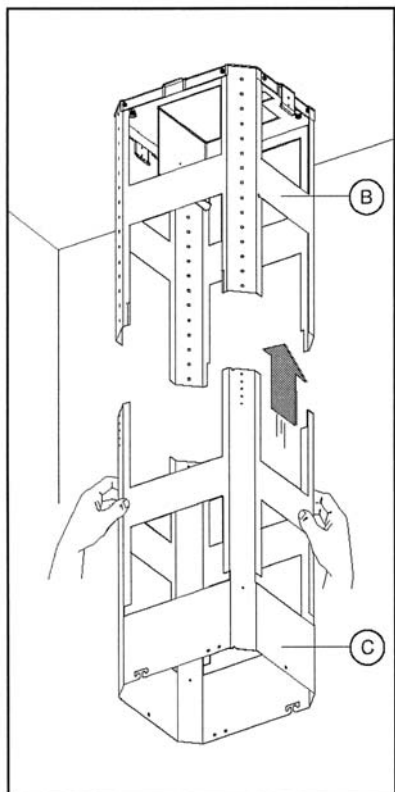
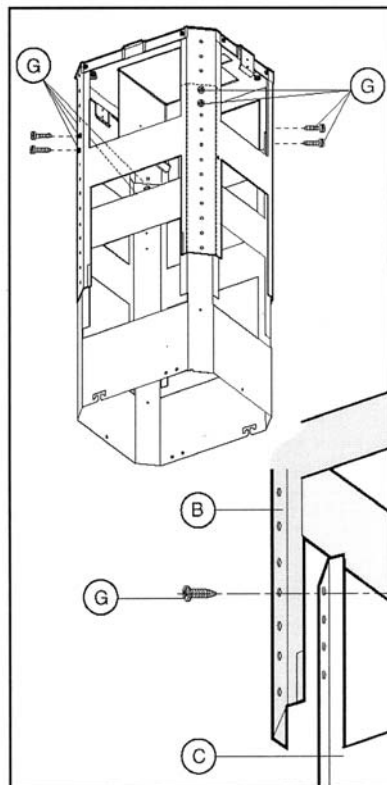
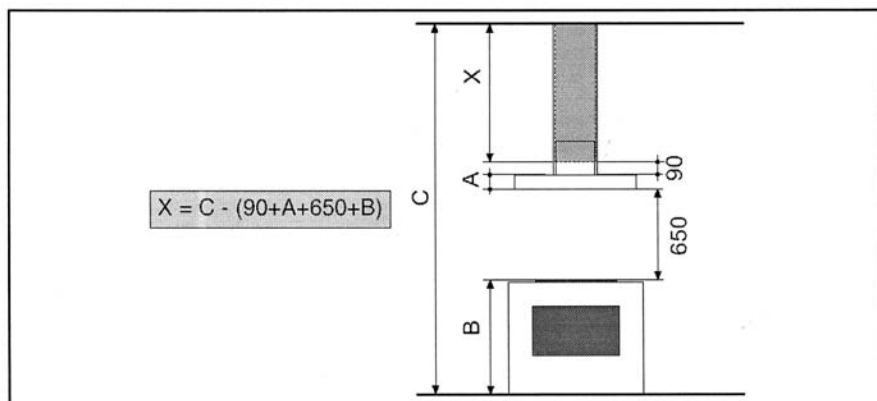

Fig.5
Fig.6
Fig.15
- Tome la parte inferior de la estructura telescópica **C** e introdúzcala a la superior **B** (fig.5). Regule la altura deseada refiriéndose a las cotas indicadas en (fig.15) y fije con los 8 tornillos **G** incluidos (fig.6).
(Fig.15), and fix in place with the 8 screws **G** supplied (Fig.6).